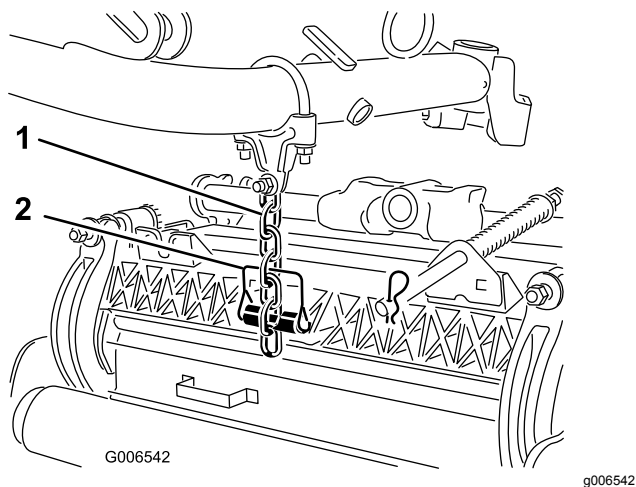

図 13
8. スナッパピンを使って、昇降アームのチェーンをカッティングユニットのチェーンブラケット 図 13に、以下の手順で固定する。